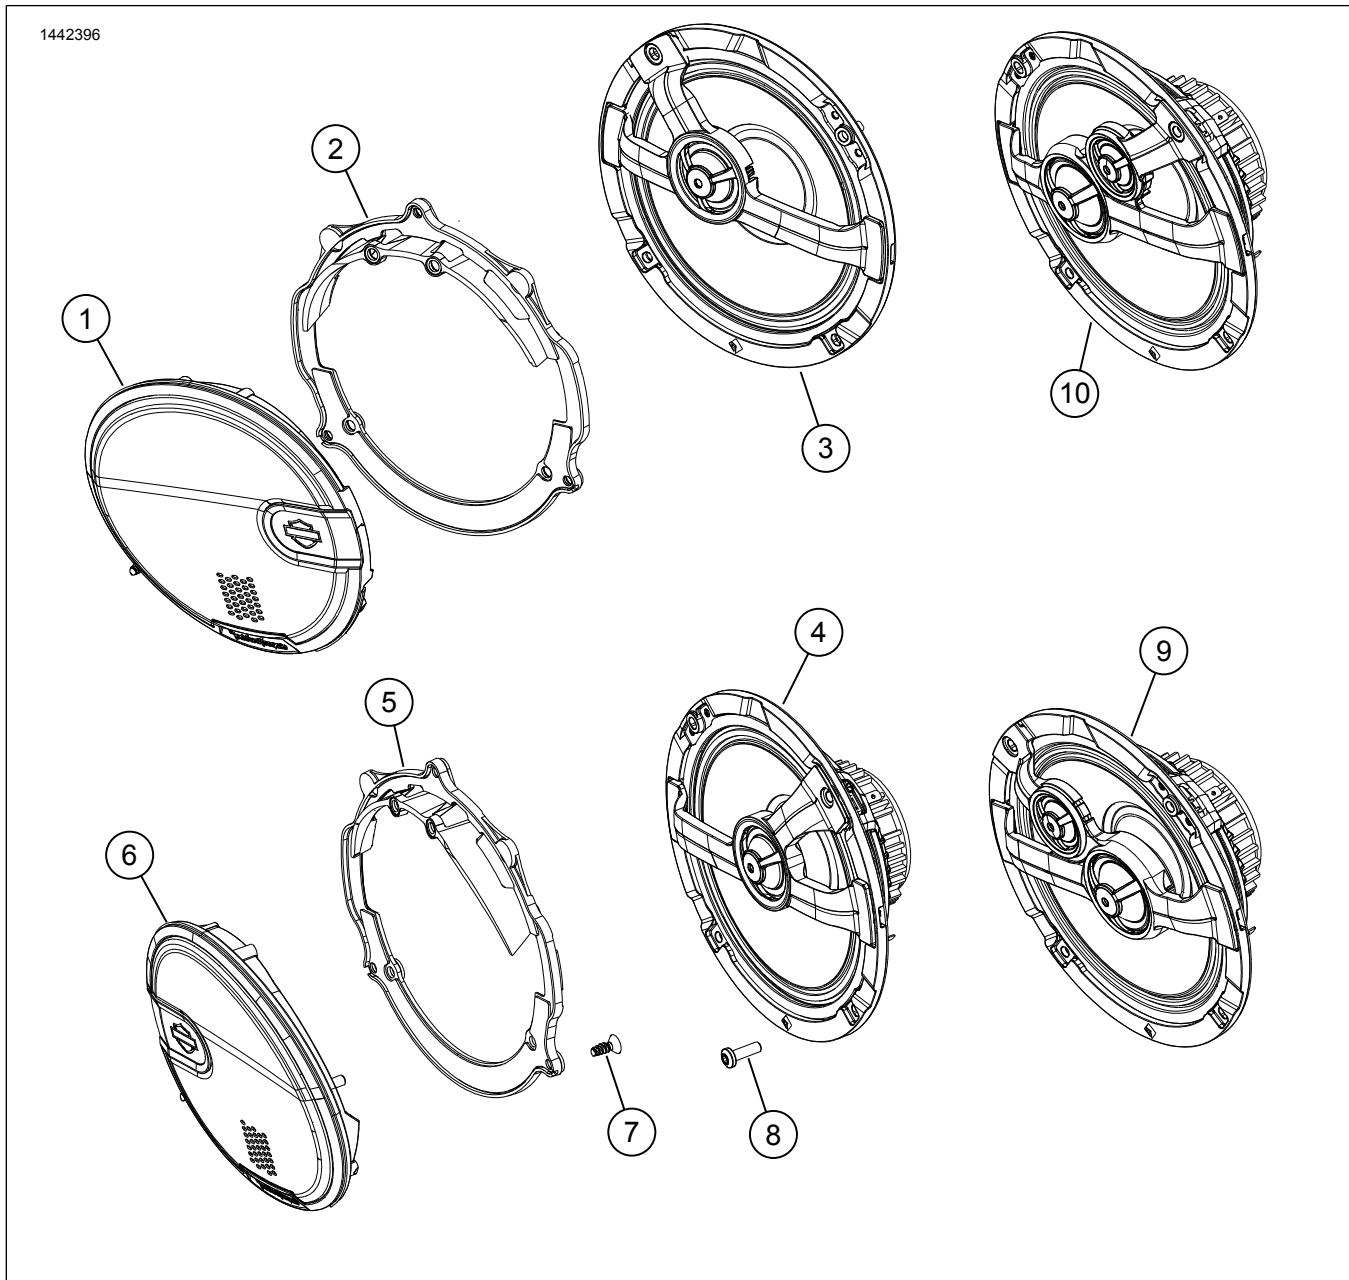

Figure 4. Pièces de rechange, kit de haut-parleurs de carénage avant Boom! Audio de 6,5 po
Consultez Figure 4. Les **nouvelles** grilles de haut-parleur sont spécifiques à chaque côté. Les logos Bar and Shield sont orientés vers l'intérieur.
1. Voir la Figure 4. Installez l'ensemble de grille de haut-parleur correct (1 ou 6).
2. Voir la Figure 4. Installez le haut-parleur (3, 4 ou 9, 10) dans le rabat de l'enceinte.